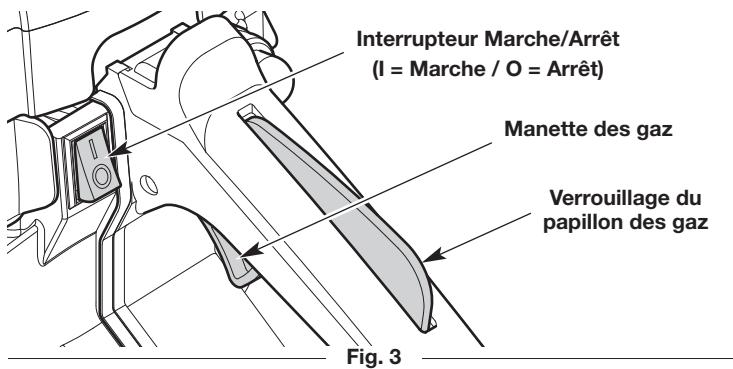

Fig. 3
1. Déplacez le bouton Marche/Arrêt en position **Marche** (Fig. 3).
**REMARQUE : NE TOUCHEZ PAS à la commande des gaz (Fig. 3) avant l'étape 10.**
2. Déplacez l'interrupteur Marche/Arrêt en position d'**Arrêt (O)** (Fig. 3). Attendez que le moteur et la chaîne de la scie s'arrêtent complètement.